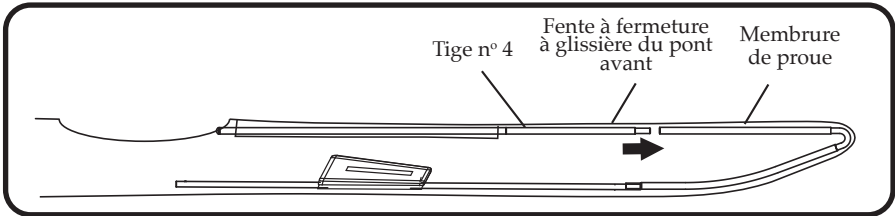

Figure 11
- 10) Faites glisser la tige no 4 en place en l'insérant dans le manchon qui se trouve le long de la face inférieure du pont avant. Faites glisser la tige no 4 dans ce manchon et reliez-la à la partie supérieure de la membrure de proue. Voir la figure 11.